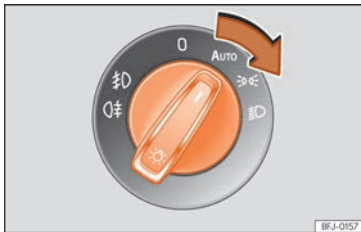

Abb. 94 Instrumententafel: Lichtschalter.
- Lichtschalter in die gewünschte Position drehen » Abb. 94.